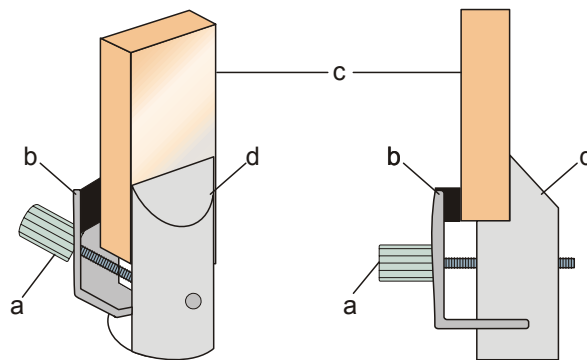

Fig. 5 Montaggio del cristallo nel supporto campione (a Vite, b Ganascia di serraggio, c Cristallo, d Parte fissa del supporto campione)
- Estrarre la ganascia di serraggio del supporto campione e, mediante la clip di montaggio, posizionare l'astina di vetro (da 1000665) nel supporto campione (vedere la Fig. 5).
- Impostare il braccio di misurazione sull'angolo $2\theta = 45^\circ$. Il lato del goniometro deve essere tale che il raggio incidente e riflesso si trovi sul lato inclinato del supporto campione (vedere anche la Fig. 5).